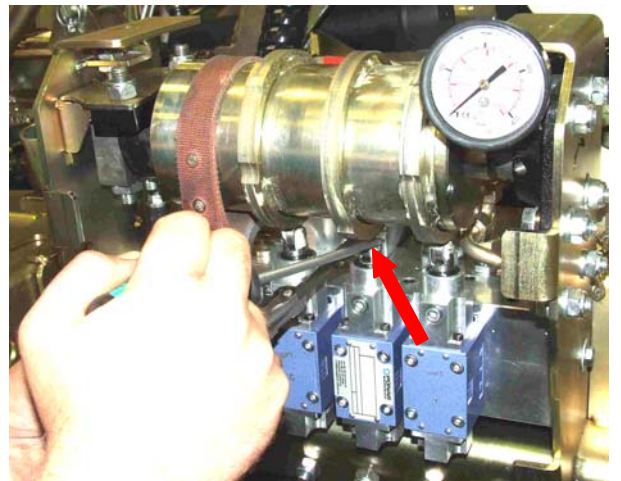

Fig.14
14. Tarkista vivun ja lukitusrenkaan väli uudestaan. Paina vipua ruuvimeisselillä hieman alaspäin niin, että painemittari liikkuu vähän sisään: 0,15 mm → Fig.14